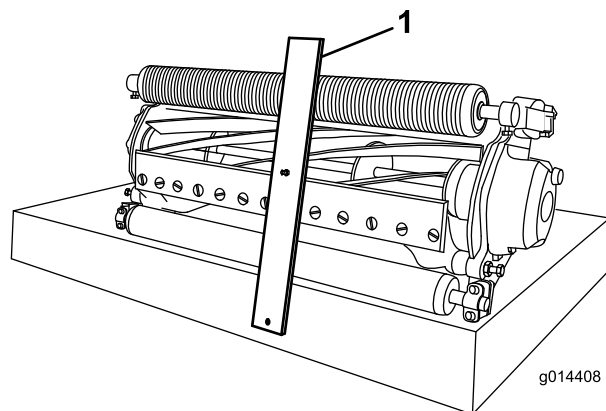

Figura 11
2. Prindei capul urubului calibrului pentru înălțimea de tăiere de partea dreaptă a marginii de tăiere a contracuitului i sprijinii capătul posterior al barei pe partea posterioară a rolei (Figura 11).